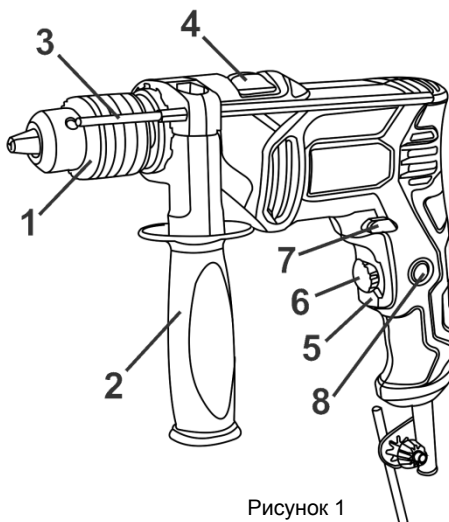

Рисунок 1
3.4.1 Изделие имеет два режима работы: ударно-вращательный и вращательный. Переключение режимов работы изделия осуществляется переводом переключателя (4) (см. рис.1) из одного крайнего положения в другое в сторону соответствующего символа режима работы:
- Ударно-вращательный режим – переключатель (4) должен быть переведен до упора в сторону символа .
- Вращательный режим – переключатель (4) должен быть переведен до упора в сторону символа .
5.2 Выберите необходимый режим работы изделия с помощью переключателя (4) (см. рисунок 1).
Переключение режимов работы изделия осуществляется переводом переключателя (4) (см. рис. 1) из одного крайнего положения в другое в сторону соответствующего знака режима работы: